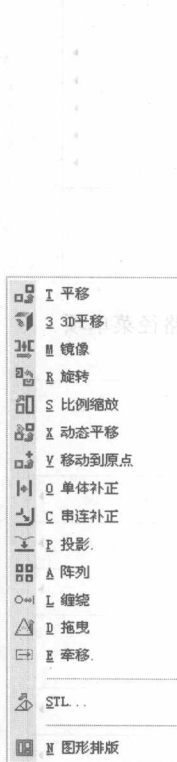

图 1-8 转换菜单项
(7) **【转换】**：利用该菜单，用户可以对绘制的图形完成镜像、旋转、缩放、平移、补正等操作，从而提高设计造型的效率，如图 1-8 所示。